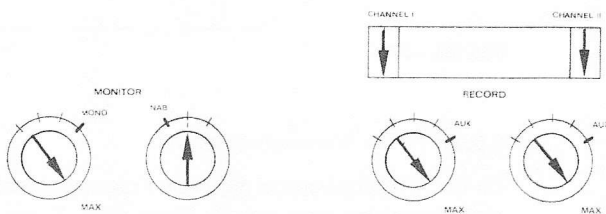

Bild 6.5.-70
– Bedienungselemente nach Bild 6.5.-70 einstellen.